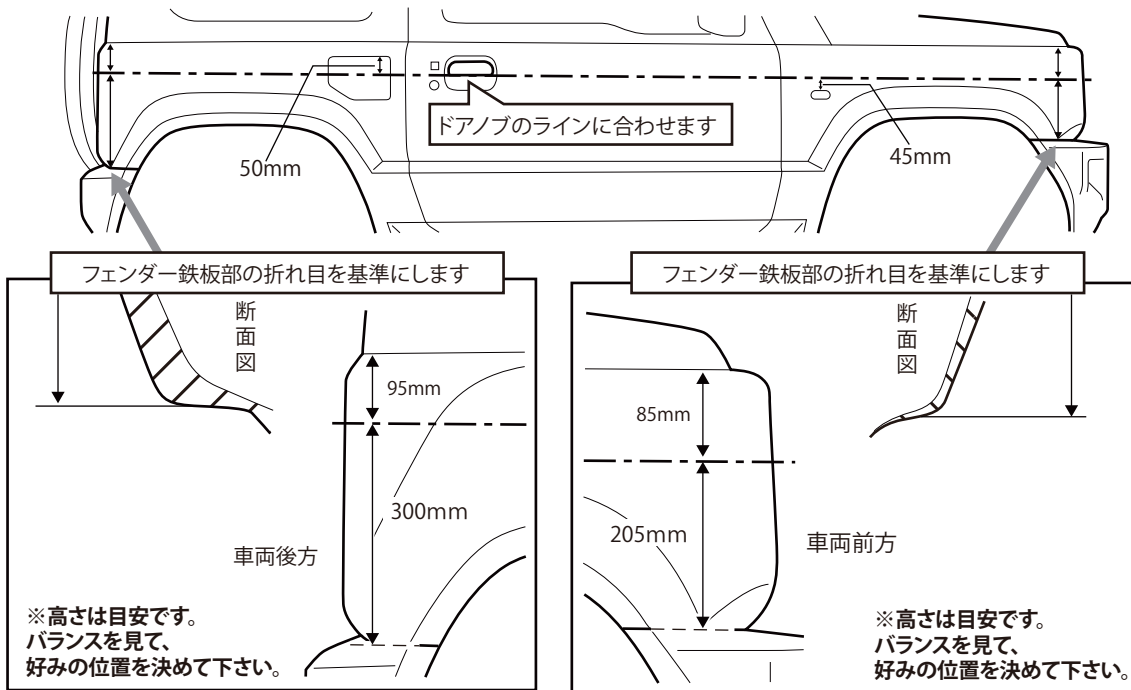

図2 ゴムモールの仮合わせ / 貼付け
- ステンレスプレートより5mm以上長い場合、図2の寸法に合わせてカットして下さい。
- 図2を参考に、[B]ゴムモールを車体に仮合わせして固定し、[B]ゴムモールの上下に沿ってマスキングテープを貼ります。各[B]ゴムモール両端から10mm離して縦にマスキングテープを貼ります。([D]モールエンドキャップの糊代となります。)
- 図2、3を参考に、[C]ステンレスプレートを貼り付けます。